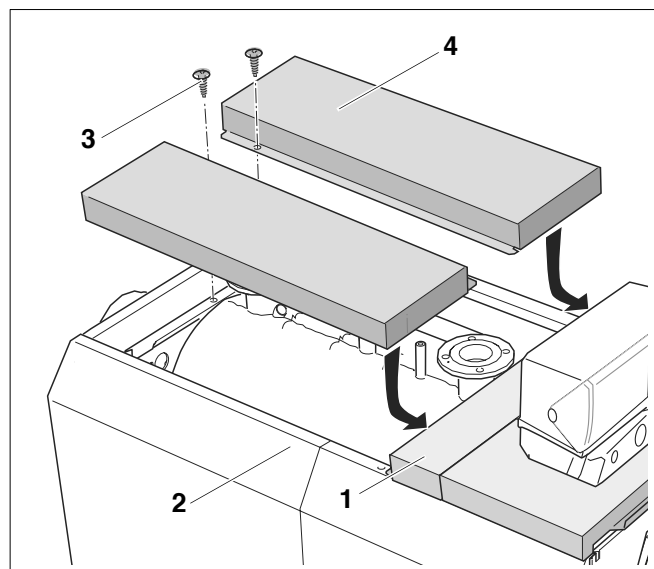

Fig. 33 Montarea capacelor laterale ale cazanului
- Așezați capacele laterale ale cazanului (fig. 33, **poz. 4**) cu îndoitura muchiei spre interior pe pereții laterali (fig. 33, **poz. 2**).
- Împingeți capacele laterale ale cazanului (fig. 33, **poz. 4**) spre placa din față (fig. 33, **poz. 1**) și fixați-le.
- Asigurați capacele laterale ale cazanului (fig. 33, **poz. 4**) prin prindere în șuruburi (fig. 33, **poz. 3**).